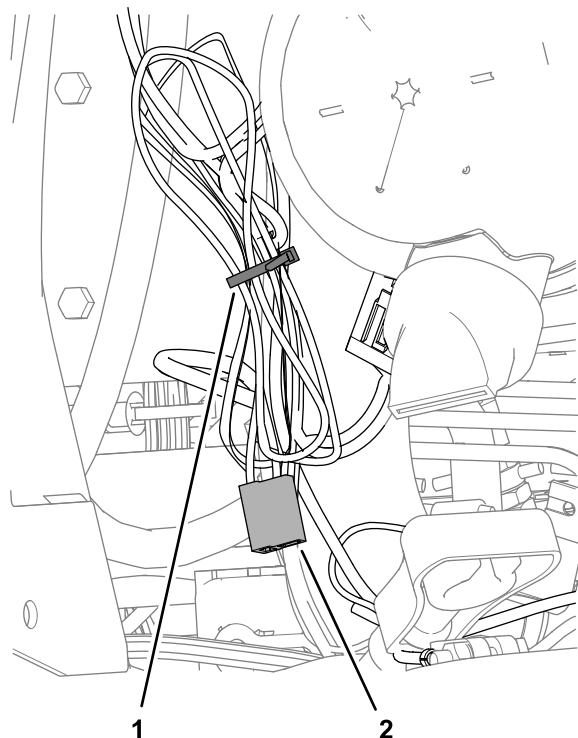

図 20
1. 電源ハーネスのうちで使用しなかった枝線ウォッシャー液ポンプ用を図 20 のようにまとめる。
2. それぞれのワイヤをケーブルタイで固定する図 20。